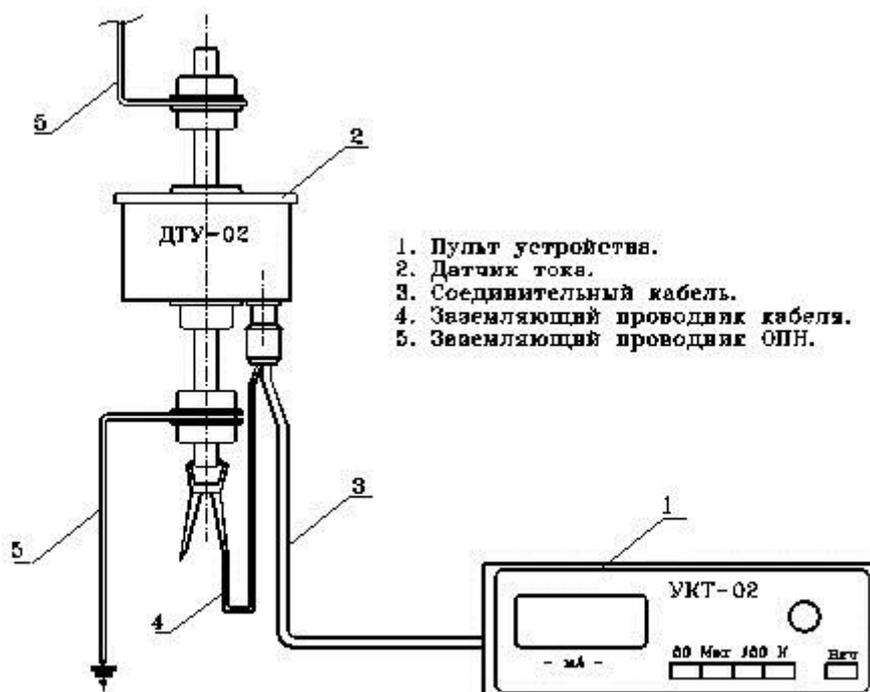

Рис.4. Схема включения датчика в цепь заземления ОПН.
7.1.5. Подключите заземляющий проводник соединительного кабеля (4) пульта к заземляющему проводнику ОПН (5) с нижней стороны датчика, как показано на рис.4.